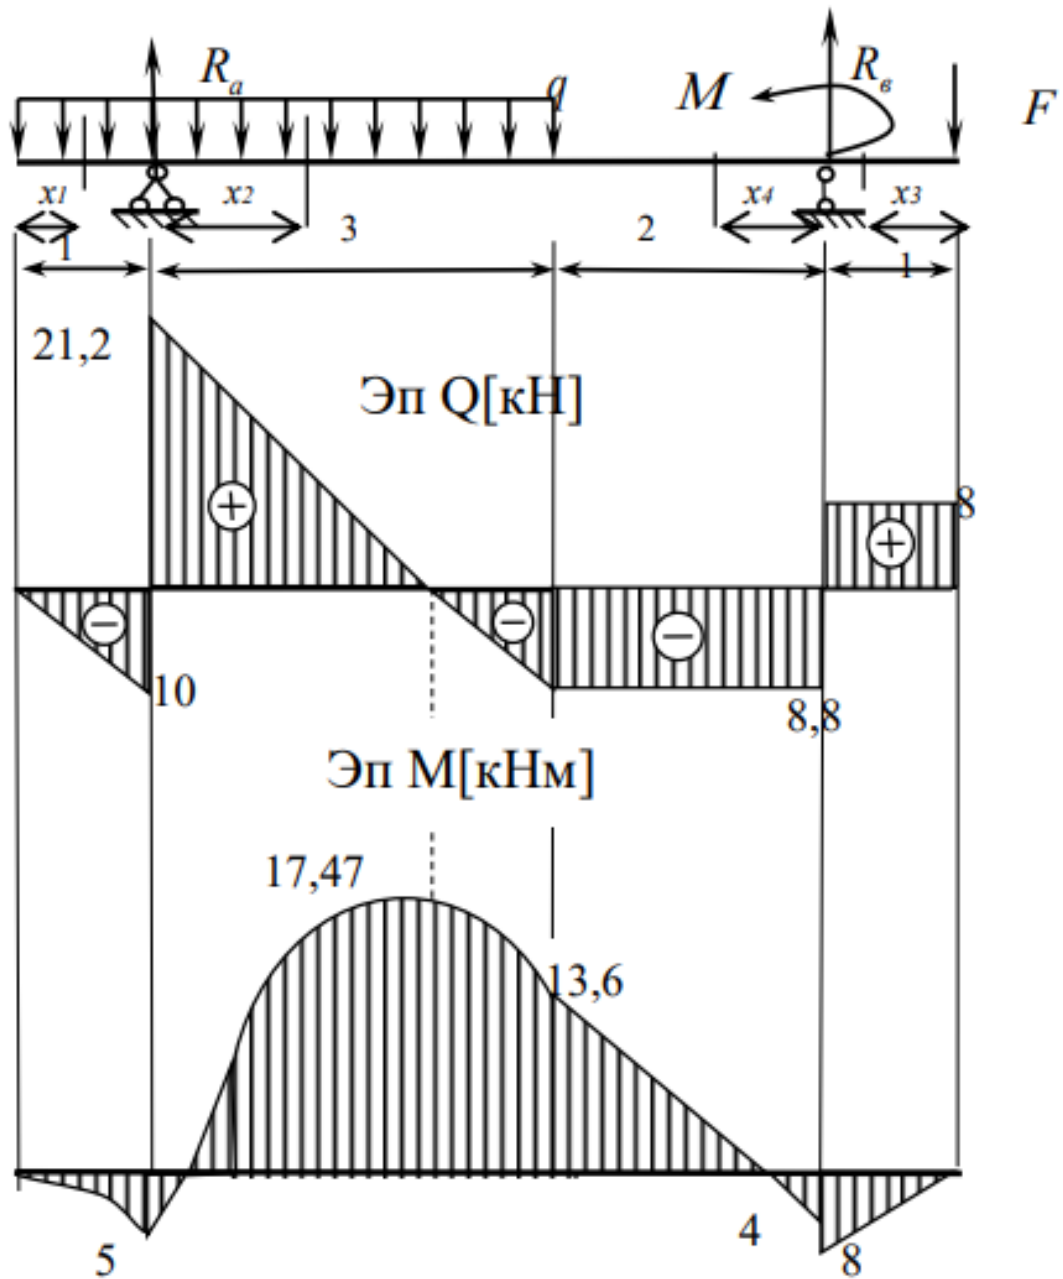

Рис. 5.2
Пример 5.1. Стальная балка (рис.5.2) нагружена сосредоточенной силой $F = 8\text{кН}$, распределенной нагрузкой $q = 10\text{кН/м}$, сосредоточенным моментом $M = 4\text{кНм}$. Допускаемое нормальное напряжение стали $\sigma_{adm} = 160\text{МПа}$, касательное $\tau_{adm} = 100\text{МПа}$.
- 1) Построим эпюры поперечных сил и изгибающих моментов (рис. 5.2.):